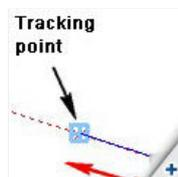

Bild 1
1) Ein **Tracking-Punkt** ist der neue Bezugspunkt, von dem Strahlen ausgehen und Abstände gemessen werden. Ein bestehender Knoten kann für einen Tracking-Punkt erklärt werden, indem bei gedrückter Umschalttaste der Cursor über den Knoten bewegt wird. Der Tracking-Punkt wird durch ein blaues Rechteck gekennzeichnet (Siehe Bild 1).